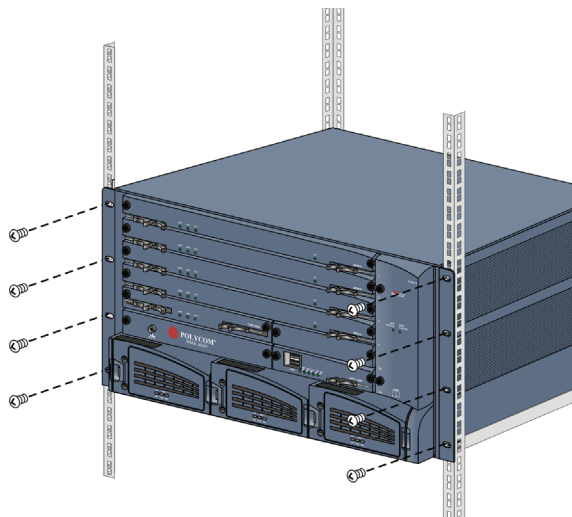

Рис. 1-3 RMX 4000 Установка в стойку
- 3** Закрепите RMX на стойке с помощью 8 винтов, закрутив их в отверстия на передней стороне RMX, как показано на Рис. 1-3.
- 4 Закрепите RMX на стойке с помощью 8 винтов, закрутив их в отверстия на передней стороне RMX, как показано на Рис. 1-3.